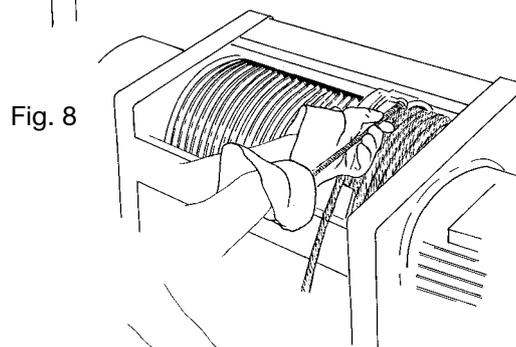
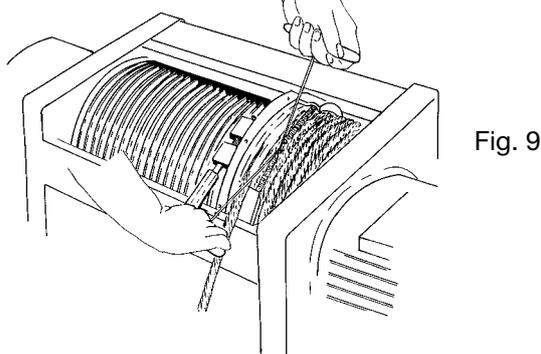
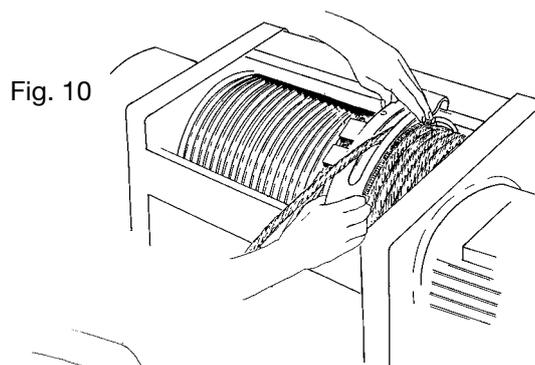
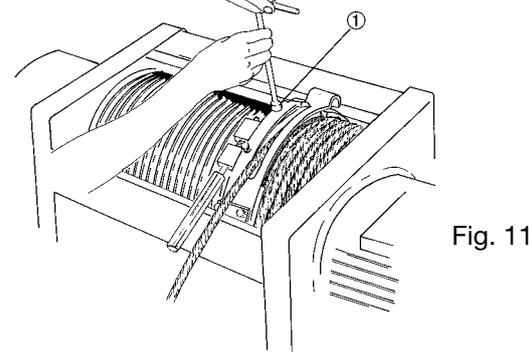

Fig. 8
Fig. 9
Fig. 10
Fig. 11
Monter le ressort de serrage de câble dans la cavité prévue à cet effet à l'intérieur du collier (Fig. 8) et la fermer en la rattachant (Fig. 9). Installer la glissière de guidage (Fig. 10) et serrer les vis pos. 1 (Fig. 11).